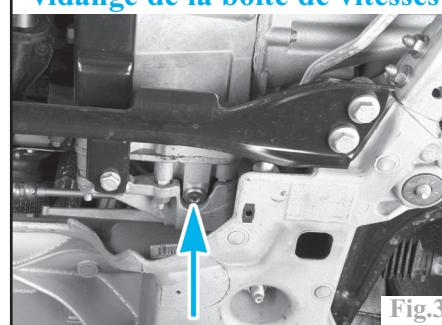

Fig.3
- la vidange de la boîte (Fig.3).